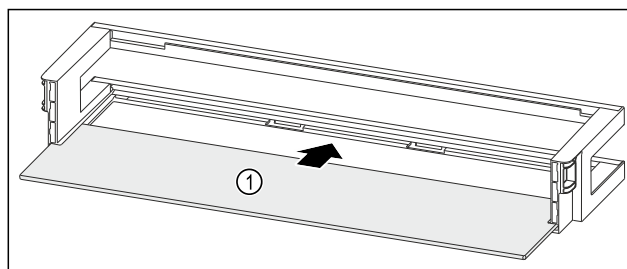

Fig. 224 Polica u vratima s policom za odlaganje
- Umetnite policu Fig. 224 (1) u bočna udubljenja.